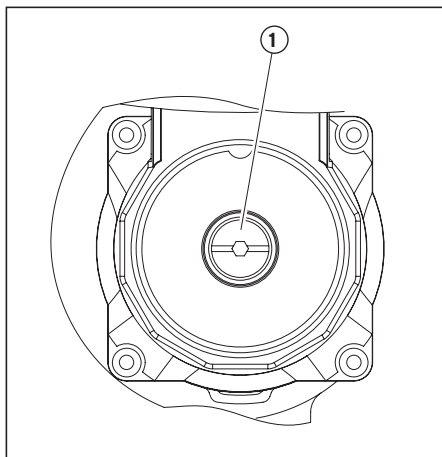

Abb. 8: Art.-Nr. 309 441 und 309 442
- Bei Pumpen mit Entlüftungsschraube, diese entfernen und Gängigkeit des Pumpenrotors durch Drehen des geschlitzten Wellenendes mit Hilfe eines Schraubendrehers prüfen bzw. deblockieren. (vgl. Abb. 8, Pos. 1)